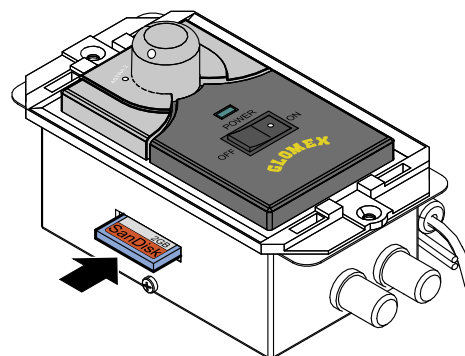

Fig. 27
3. Führen Sie die SD-Karte in den entsprechenden Schlitz auf der Seite der Steuereinheit ein, wie in **Fig. 27** gezeigt. Halten Sie dabei die Richtung ein (Seite mit dem Herstellerkleber nach oben) und stellen Sie sicher, dass die Karte vollständig eingesteckt ist.